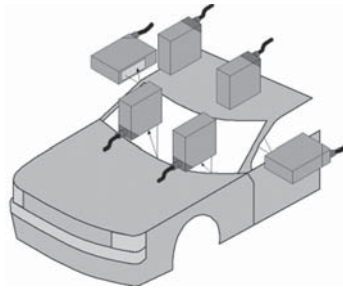

Рис. 16. Сборка кузова
*Сборка кузова* (см. рис. 16). Перед тем как установить переднее стекло автомобиля, измеряется положение и перекашивание кузова, для того чтобы скорректировать данные управляющей программы сборочного робота. Кроме этого датчики данной серии используются для контроля правильности сварки и склеивания различных деталей кузова.